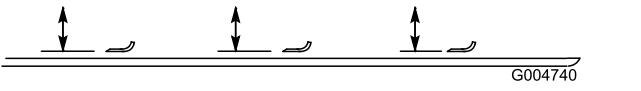

Figura 125
2. Gire la cuchilla hasta que los extremos estén orientados hacia adelante y hacia atrás, y mida desde el interior de la carcasa de corte al filo de corte en la parte delantera de la cuchilla (Figura 125).